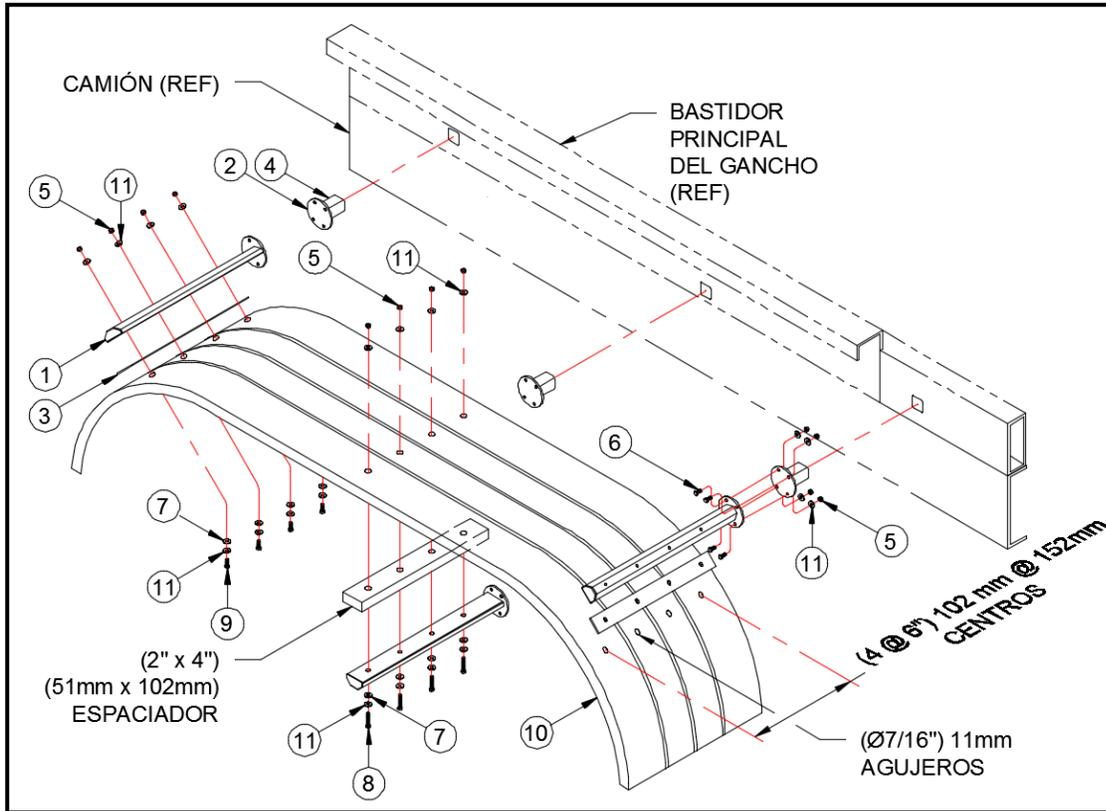

Figure 3
5. Instala el rodillo [N Pt. 10H12] entre los soportes con el eje del rodillo [N Pt 10H31] y con los sujetadores suministrados. (vea Figure 3). Engrasa bien el rodillo antes de usar.